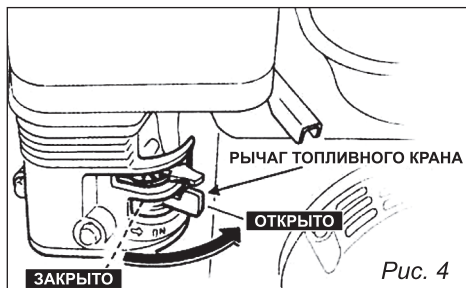

Рис. 4
1. Переведите рычаг топливного крана в положение **ОТКРЫТО** (рис. 4).